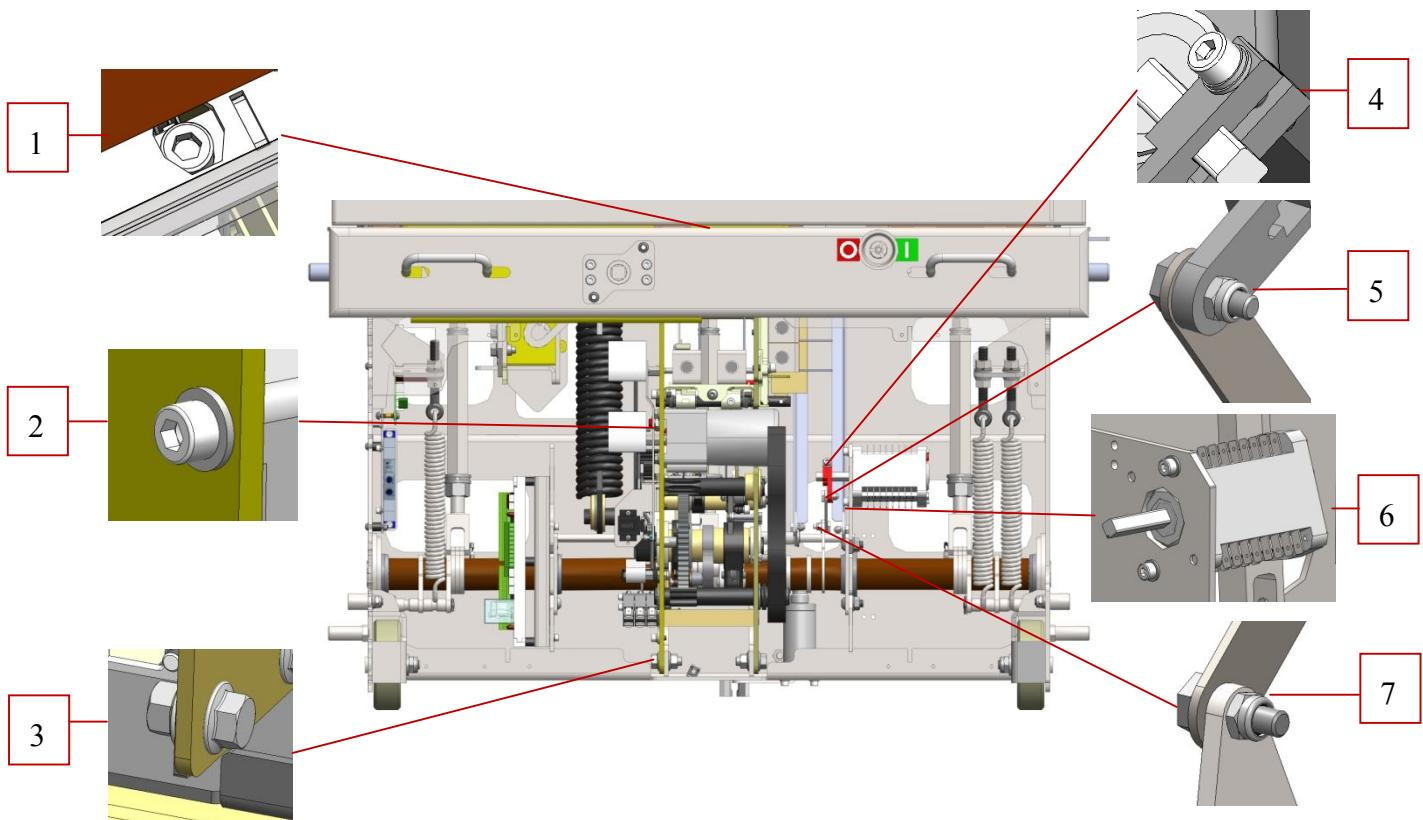

Рис. 14 Места затяжки крепежа в приводе выключателя согласно табл. 13
–проверку смазки узлов привода в соответствии с рис. 14, 15, 16, 17 и табл. 14 (допускается применение другой смазки с аналогичными характеристиками), при необходимости – замену смазки;